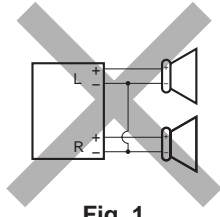
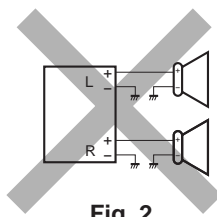

Fig. 1
Fig. 2
- If the speaker wiring in your car is as illustrated in Fig. 1 and Fig. 2 below, **DO NOT** connect the unit using that original speaker wiring. If you do, the unit will be seriously damaged. Redo the speaker wiring so that you can connect the unit to the speakers as illustrated in Fig. 3.
- Si el conexionado de altavoz de su automóvil es como se indica en las Figs. 1 y 2 de abajo, **NO** conecte la unidad utilizando ese conexionado de altavoz original. Si lo hace, se producirán daños graves en la unidad. Vuelva a efectuar el conexionado de altavoz de manera que pueda conectar la unidad a los altavoces de la manera indicada en la Fig.3.
- Si le câblage des enceintes de votre voiture est réalisé comme montré sur la Fig. 1 ou Fig. 2 ci-dessous, **NE CONNECTEZ PAS** l'appareil en utilisant ce câblage original d'enceintes. Si vous le faites, l'appareil sera sérieusement endommagé. Recommencez le câblage des enceintes de façon que vous puissiez connecter l'appareil aux enceintes comme montré sur la Fig. 3.